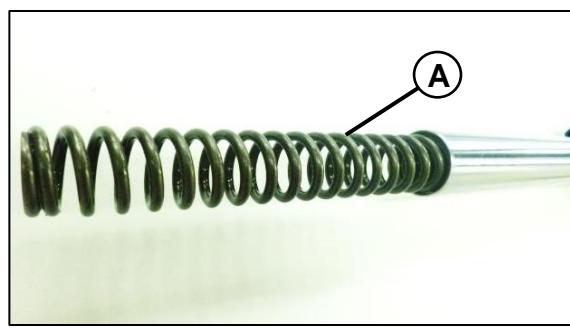

Fig. 05
Retire el resorte de la suspensión. Al momento de ensamblar la suspensión tener cuidado con la posición del resorte (A). Fig. 05